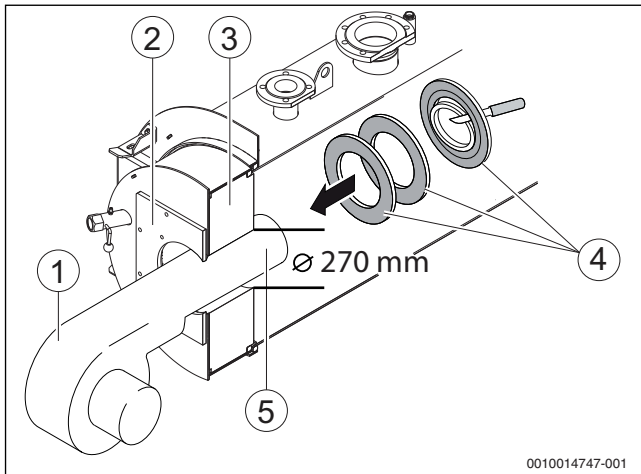

Рис. 18 Монтаж горелки
Если отверстие в теплоизоляции двери увеличивается, то прилагаемые изоляционные кольца не подойдут (→ рис. 18, [4], стр. 24).
- Закрепите болтами горелку на пластине под горелку (→ рис. 18, [2], стр. 24).